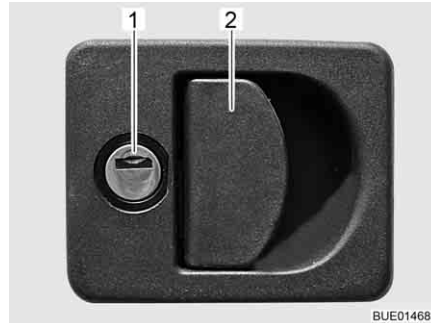

Fig. 34 Serrure du portillon avec poignée
- Insérer la clé dans le barillet (Fig. 34,1) et la tourner d'un quart de tour. La serrure du portillon est déverrouillée.
- Tirer sur la poignée de la serrure (Fig. 34,2). Le portillon extérieur est ouvert.